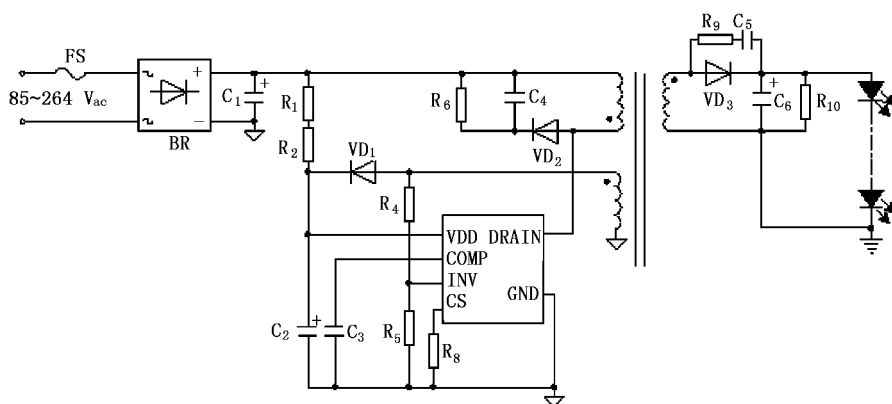

图 10 OB2535/6/8 系列的应用电路
昂宝公司还推出一种类似 Viper12A/22A 的产品,内置 MOS 管,但仍然采用原边控制方案,不用光耦和 TL431,空间紧凑,适用于单电压输入系统,可以驱动 15W 以下的 LED。其具体的应用电路如图 10 所示。有关这个电路各个元件的说明不再给出,它同
(1) 输入交流电压经桥式整流电容 C_1 滤波,接变压器原边 N_1 ,然后与 MOS 管的漏极相接,这与前面图 9、图 10 是一样的。电容 C_4 、电阻 R_7 、二极管 VD_2 起阻尼(缓冲)的作用,消除开关过程中 N_1 绕组上过高的电压,以免损坏 MOS 管。辅助绕组 N_2 经 VD_1 整流、 C_3 滤波为 SN03 提供电源,同时经电阻 R_8 接 ZCD 脚,送去零电流检测信号。MOS 管源极电阻 R_{10} 上的电流信号送 CS 脚。这些连接方法和所起的作用与图 9、图 10 一样,触类旁通,读者不难理解。
(2) 输出 LED 灯电流及输出电压的反馈是通过